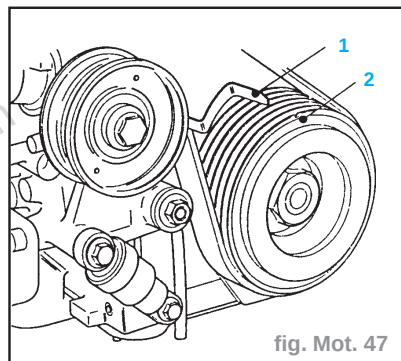

fig. Mot. 47
- Tourner le vilebrequin en sens horaire (vu de devant) pour que le repère PMH (2) se trouve en regard du dispositif de réglage (1), le piston numéro 1 se trouve au PMH de la course de compression (fig. Mot. 47).
au PMH de la course de compression (fig. Mot. 47).